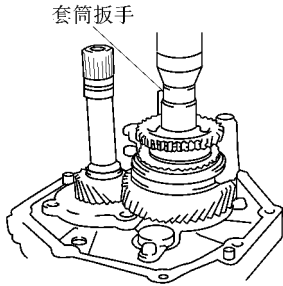

图 10-32 用压床和 22mm 套筒扳手安装 5 挡齿轮花键片
(9) 安装同步环和 5 挡齿轮花键片。将同步环装到 5 挡齿轮花键片上，使用压床和 22mm 套筒扳手安装 5 挡齿轮花键片，并使同步环槽对齐变速键，然后再将中间板固定到台虎钳上，如图 10-32 所示。
(10) 安装油分离器。
(11) 安装弹簧卡环。选择一可使轴向间隙最小的弹簧卡环，使用铜棒和锤子装于轴上。其弹簧卡环尺寸见表 10-2。